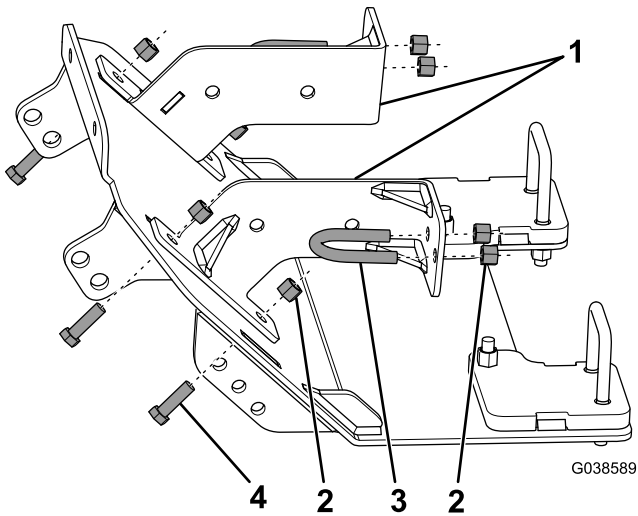

Bild 2
6. Befestigen Sie die Seitenhalterungen lose mit zwei U-Bügeln und vier Sicherungsmuttern ($\frac{3}{8}$ ") am Fahrzeugrahmen, wie in **Bild 2** abgebildet.
7. Befestigen Sie die Seitenhalterungen mit vier Schrauben ($\frac{3}{8}$ ") und vier Sicherungsmuttern ($\frac{3}{8}$ ") am Pflugunterfahrerschutz und der Stoßstange des Fahrzeugs, wie in **Bild 2** abgebildet.